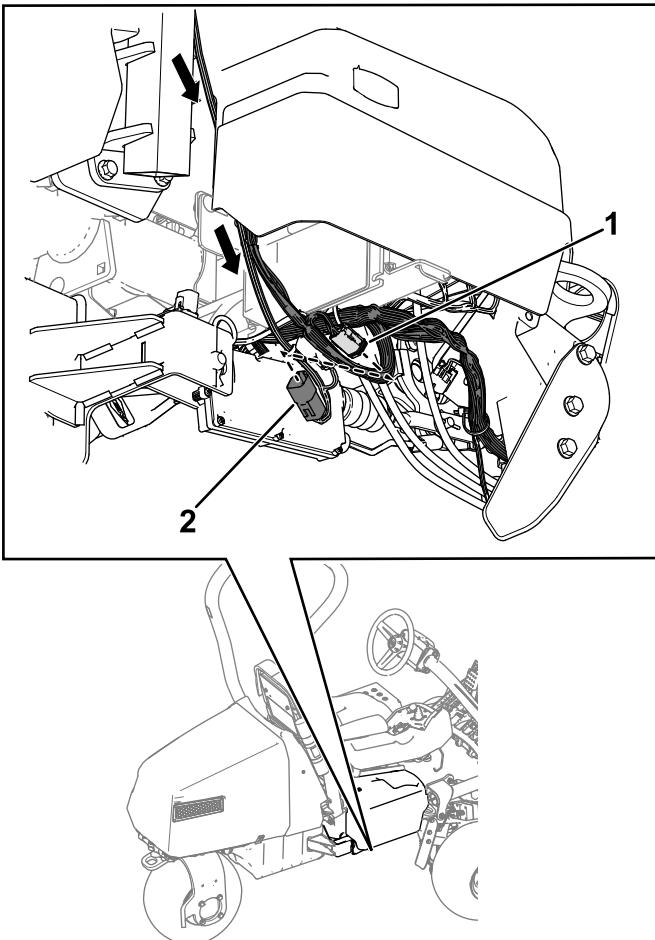

Figure 14
4. Acheminez le faisceau de câblage vers le bas, le long de l'arceau de sécurité et branchez le connecteur du faisceau étiqueté P01 sur le connecteur du faisceau de la machine étiqueté P71 (Figure 14).